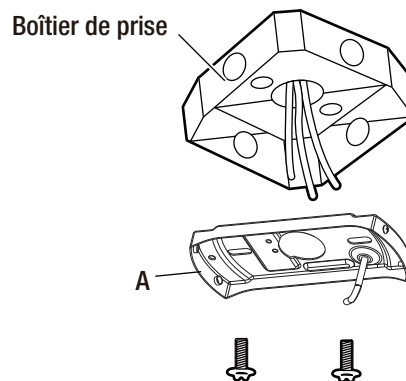

Figure 4
- Fixer la plaque de montage (A) à la boîte de sortie au plafond, comme l'illustre la figure 4, à l'aide de deux vis et de rondelles (non fournies). Vérifier si la plaque de montage est de niveau. Il pourrait être nécessaire d'insérer d'autres rondelles (non fournies) entre la boîte de sortie et la plaque de montage pour la mettre de niveau.